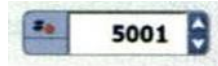

Figura 25. Campo # – Ventana Record
1. Revise la numeración sugerida para la primera imagen del proyecto. La numeración asignada a la primera imagen siempre será igual a N+1, es decir el total de imágenes existentes en el sistema más uno, ver Figura 25.
2. Presione en el panel de interfase (IP) el botón  y seleccione hasta el campo # para asignar la numeración de la primera imagen del proyecto, Figura 25.
3. Coloque el valor de la numeración sugerido para la primera imagen, presionando en el panel de interfase (IP) el botón  disminuir o  aumentar hasta llegar al valor deseado o digite el número de la imagen en el campo # usando el teclado. Tenga en cuenta al momento de asignar la numeración las siguientes recomendaciones: Figura 25.
- Si en el campo # Figura 25 el número de captura es mostrado con fondo amarillo, significa que la cámara detendrá la grabación cuando alcance el número máximo de imagen (99999), aun que cuente con espacio en el disco.